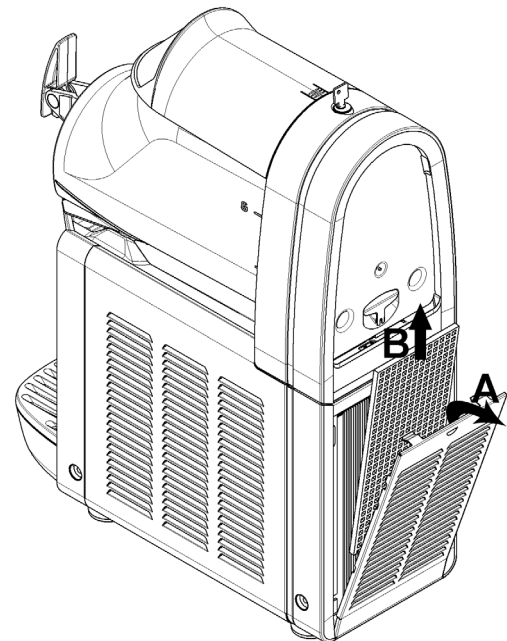

figure 14
**3** Tous les mois : ôter la poussière qui s'est accumulée sur le filtre du condensateur situé sur le panneau arrière de la machine (voir figure 14).